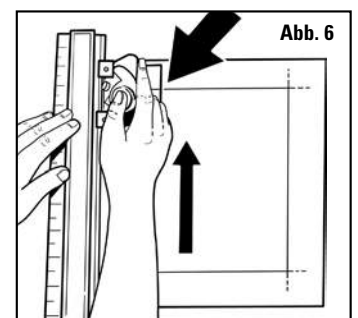

Abb. 6
4. Drücken Sie auf das Magazin und schieben Sie den Schneider von sich weg, bis die silberfarbene Linie die obere Bleistiftlinie schneidet. Üben Sie weiterhin Druck aus. **Abb. 6**